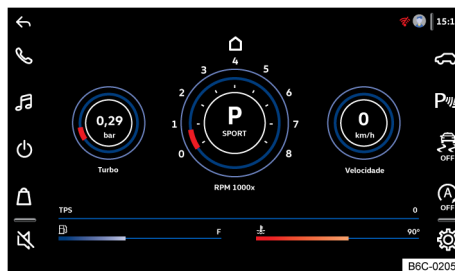

Fig. 19 En la pantalla de la radio: monitor de datos del vehículo.
- El monitor de datos del vehículo abre en la pantalla → **fig. 19**.